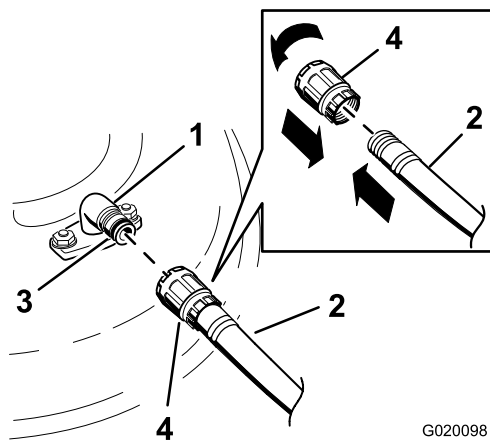

Рисунок 74
3. Подсоедините шланговую муфту к концу штуцера промывки газонокосилки и установите регулятор подачи воды в положение большого расхода (Рисунок 74).